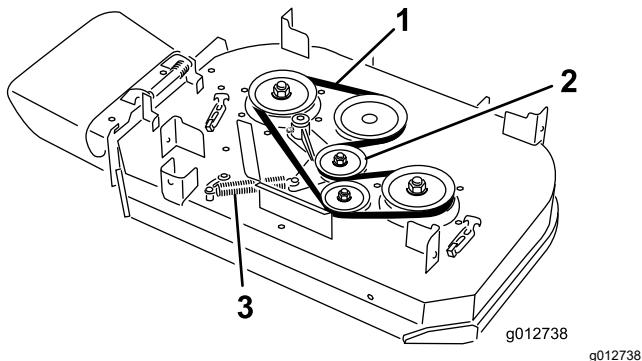

Figura 63
4. Desenganche el muelle de la clavija del brazo de la polea tensora (Figura 63).
5. Retire la correa usada del cortacésped (Figura 63).
6. Instale la correa nueva del cortacésped alrededor de la polea del embrague, las poleas de la carcasa y la polea tensora (Figura 63).
7. Enganche el muelle en la clavija del brazo de la polea tensora (Figura 63).
- Enganche el muelle en la clavija del brazo de la polea tensora (Figura 63).